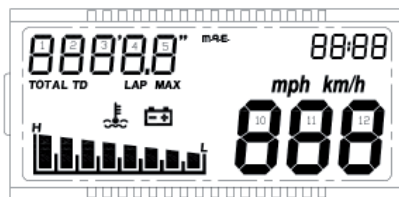

Fig. 18
- II^a página (sólo en el primer encendido del instrumento): Check de todos los segmentos del lcd durante aprox. 3 seg. (fig. 18).
- II^a page (à chaque allumage de l'instrument): Contrôle de tous les segments de l'lcd pendant environ 3 sec. (fig. 18).